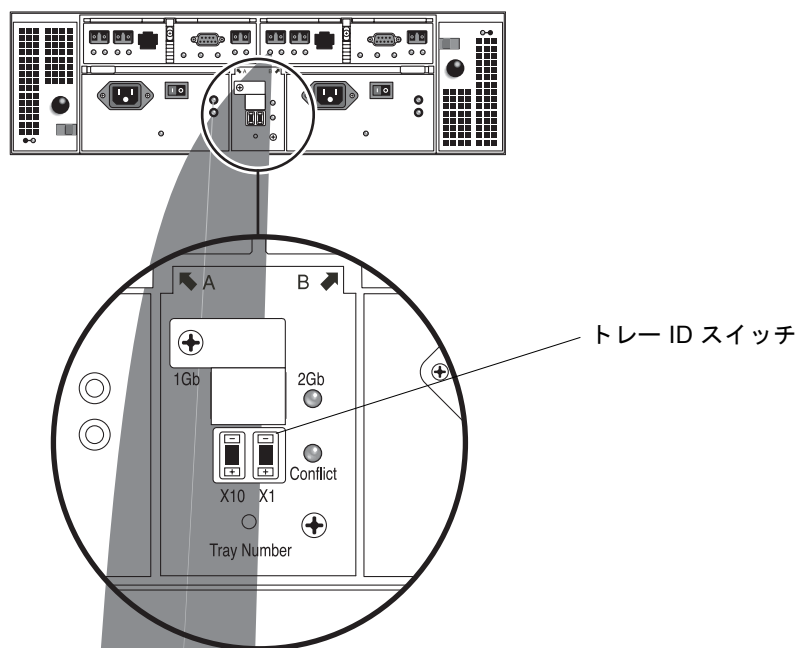

図 2-9 トレー ID スイッチ
1. トレー ID スイッチは、装置の背面の 2 つの電源装置の間にあります (図 2-9)。